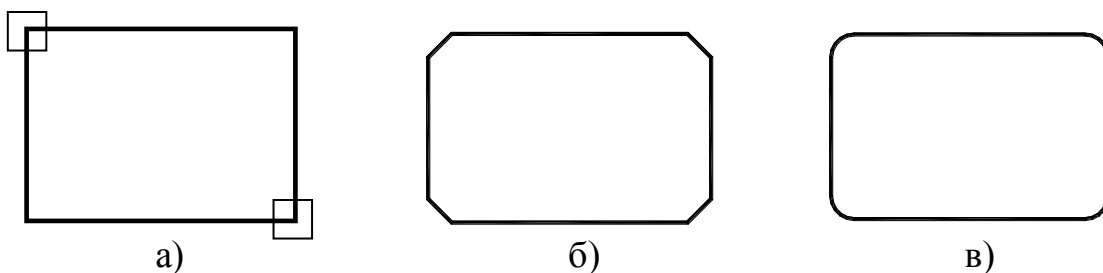

Рис. 23
- по стороне (рис. 23, в).
Для вызова команды **RECTANG** (**ПРЯМОУГОЛЬНИК**) при построении прямоугольника (рис. 23) необходимо щелкнуть левой кнопкой на названии в падающем меню **РИСОВАТЬ (ЧЕРЧЕНИЕ)** либо на значке в панели инструментов **РИСОВАТЬ**. Строим прямоугольник с фаской (рис. 23, б):